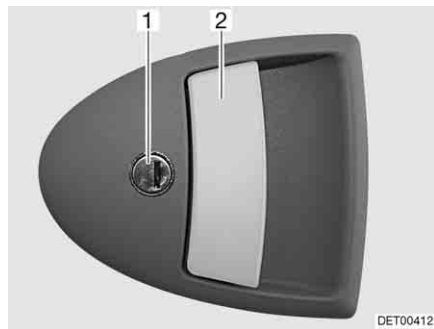

Fig. 59 Serratura della porta di ingresso, lato esterno
- Inserire la chiave nel cilindro della serratura (Fig. 59,1) e ruotare fino a quando la serratura della porta si sblocca.
- Tirare la maniglia della porta (Fig. 59,2). La porta è aperta.
- Inserire la chiave nel cilindro della serratura (Fig. 59,1) e ruotare fino a quando la serratura della porta si blocca.